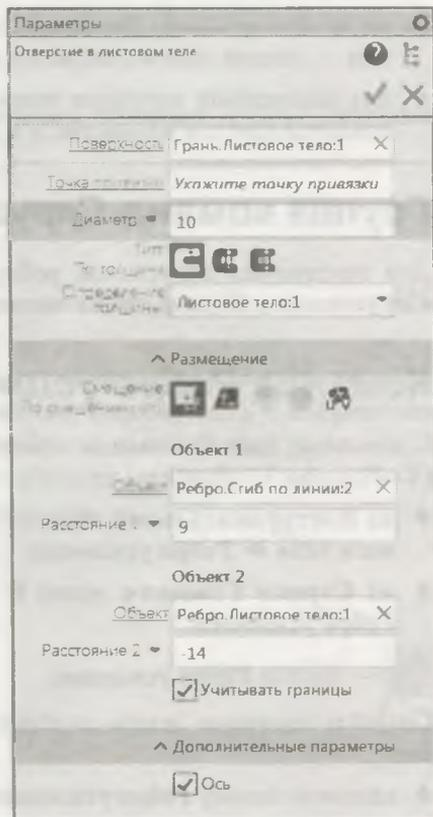

Рис. 29.30. Панель Параметры: Отверстие в листовом теле
- ◆ на панели **Параметры: Отверстие в листовом теле** (рис. 29.30) раскройте секцию **Размещение** и выберите один из вариантов задания положения центра в группе **Смещение**: